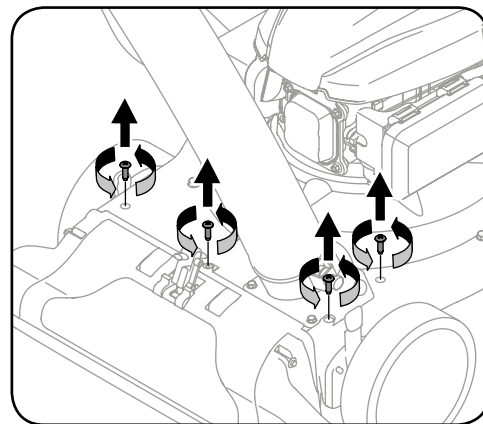

Рисунок 7-9
11. Выкрутите из верхнего кожуха четыре винта, удерживающие крышку сопла. См. рисунок 7-9.